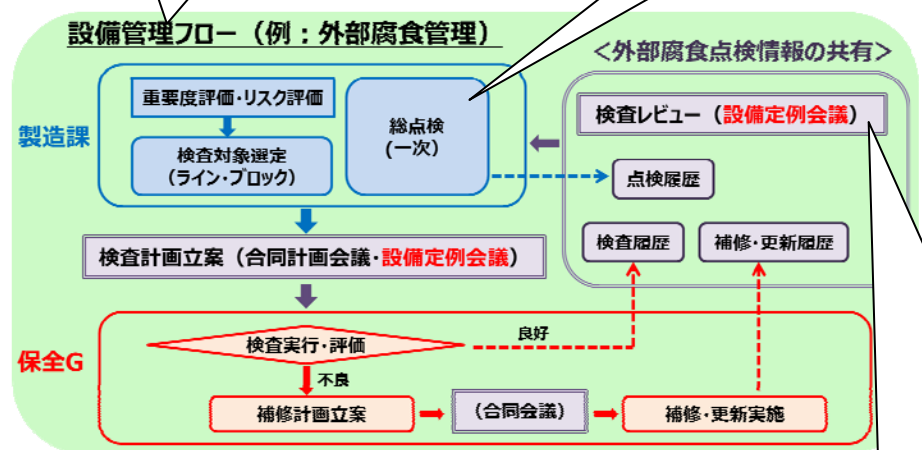

図4 設備定例会議
- ② 「総点検」時の気づき事項を、毎月実施される『設備定例会議』(製造課及び保全 G で開催)にて新たな議題の懸案事項として加え、工場内で共有化を図り、適切に実施出来る体制とした。(図4)
- ③ 外面腐食に関する事例等により、配管点検に関する再教育を徹底した。